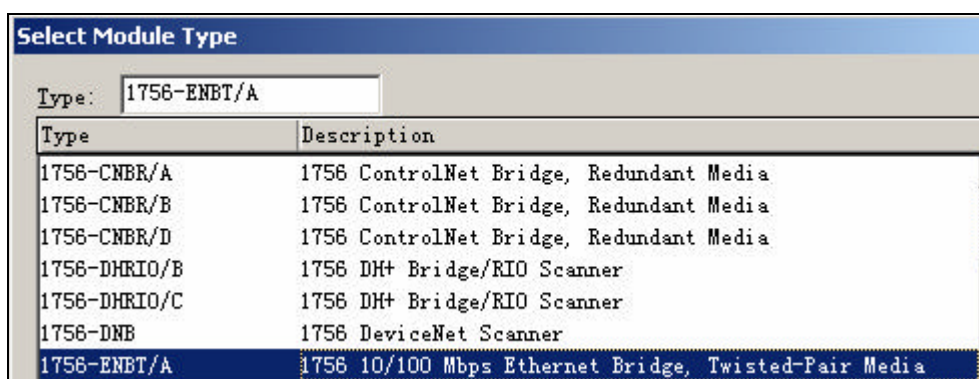

图 4-78 添加 ENB 模块
8. 选择模块类型,如图 4-78 所示选择 1756-ENBT/A。